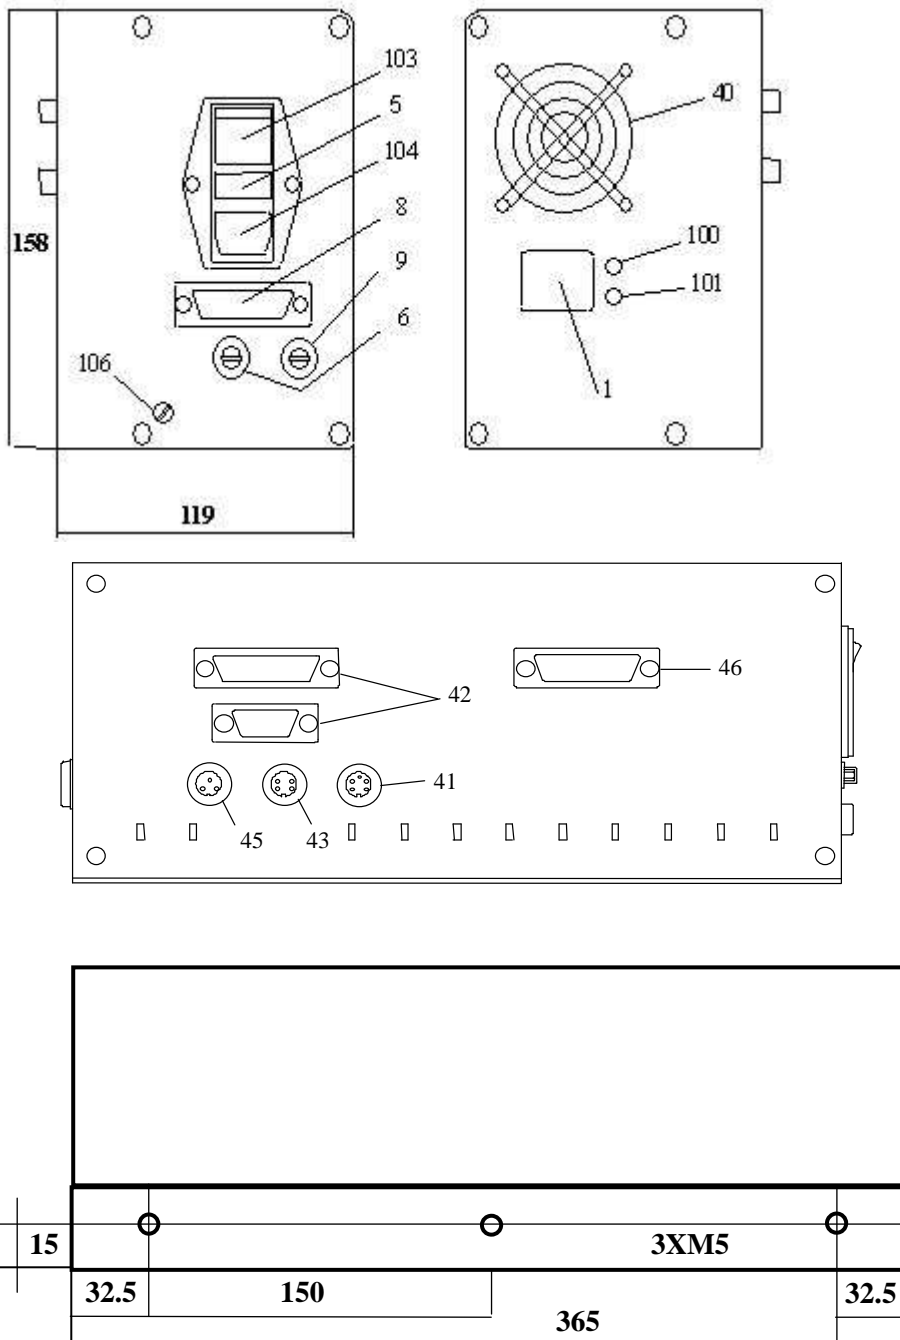

FIGURA 1
(Vedere figura 1)
- * **Assemblare** il modulo di stampa rispettando le quote rappresentate in figura 1.